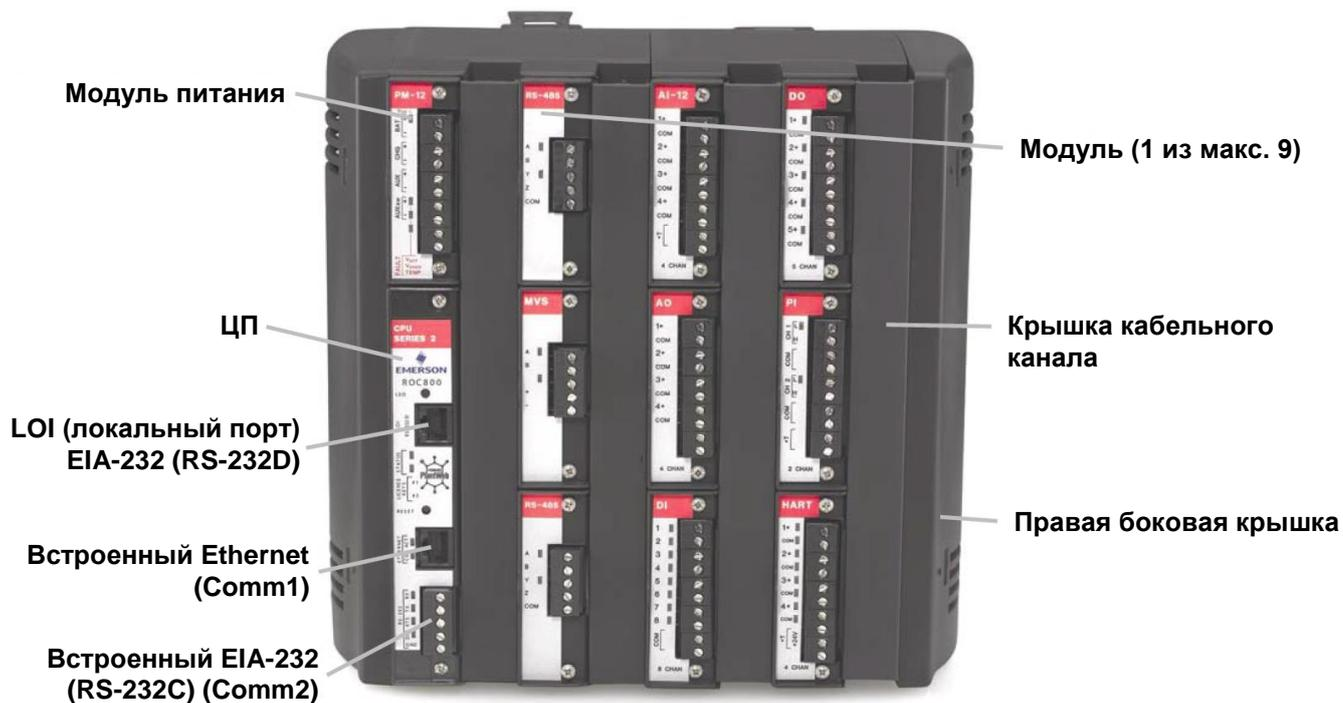

Рис. 1-1. ROC809
Архитектура ROC800 серии 2 включает переработанный модуль центрального процессора и модернизированные расширительные объединительные панели ввода/вывода, обеспечивающие лучшие характеристики системы. К ним относятся увеличение тактовой частоты процессора (с 50 до 65 МГц), объема статического ОЗУ для программ User C (с 20 до 1000 кб), объема флэш-памяти (с 4 до 16 Мб), объема динамического ОЗУ (с 8 до 16 Мб), а также большая гибкость при установке модуля. Для упрощения визуальной идентификации печатная плата (ПП) модуля центрального процессора серии 2, ПП базового блока 2 и расширительных объединительных панелей серии 2, а также пластмассовый корпус из АБС ROC800 серии 2 имеют черный цвет. Кроме того, модуль центрального процессора серии 2 имеет маркировку **CPU Series 2** (см. рис. 1-1).
ROC809 и ROC827 представляют собой инновационные универсальные устройства с интегрированной объединительной панелью, к которой подключаются модуль центрального процессора (ЦП), модуль питания, коммуникационные модули и модули ввода/вывода. ROC809 (см. *рис. 1-1*) имеет девять слотов для модулей, в три из которых могут устанавливаться коммуникационные модули. Базовый блок ROC827 (показанный на *рис. 1-2* слева) имеет три слота для модулей ввода/вывода.
На *рис. 1-1* показаны корпус, типичные модули ввода/вывода и коммуникационные модули, установленные в ROC809. Патентованный пластмассовый корпус из АБС (акрилонитрил-бутадиен-стирол) имеет крышки кабельных каналов, защищающие клеммы. Корпус имеет кронштейны для крепления на рейке DIN, обеспечивающие установку блока на щите или в кожухе пользователя. Корпус ROC800 защищен патентом 6,771,513 (см. [www.uspto.gov](http://www.uspto.gov)).
**Установка модуля** Крайние левые слоты ROC809 (рис. 1-1) допускают установку модуля питания и модуля центрального процессора. В остальные девять слотов можно устанавливать коммуникационные модули и модули ввода/вывода (см. таблицу 1-1).